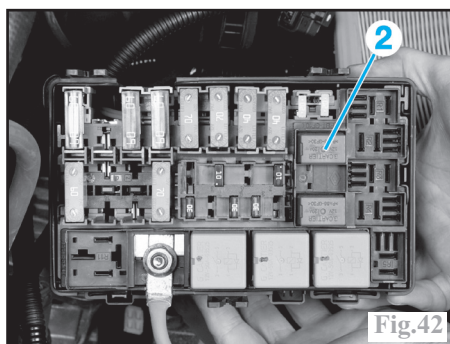

Fig.42
Faire tourner la pompe à l'aide de l'outil de diagnostic ou en shuntant les voies 3 et 5 du relais (2) de la pompe de gavage situé sur la platine fusible-relais, derrière la batterie (Fig.42).